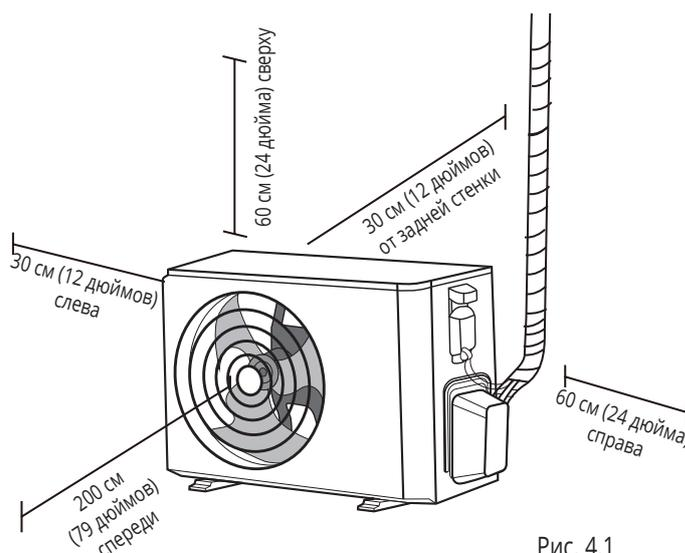

Рис. 4.1
- ☑ Соответствие всем требованиям по пространственным размерам (рис. 4.1).